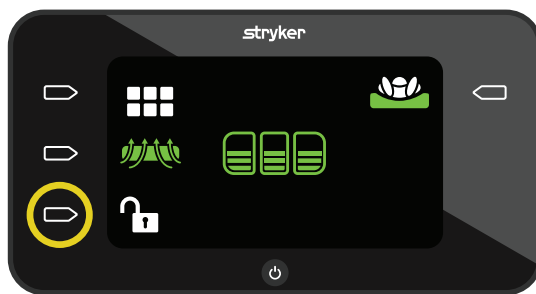

Afbeelding 37 – LAL aan
2. Druk op de **actieknoop** naast het pictogram **LAL aan** om LAL uit te schakelen (Afbeelding 37).